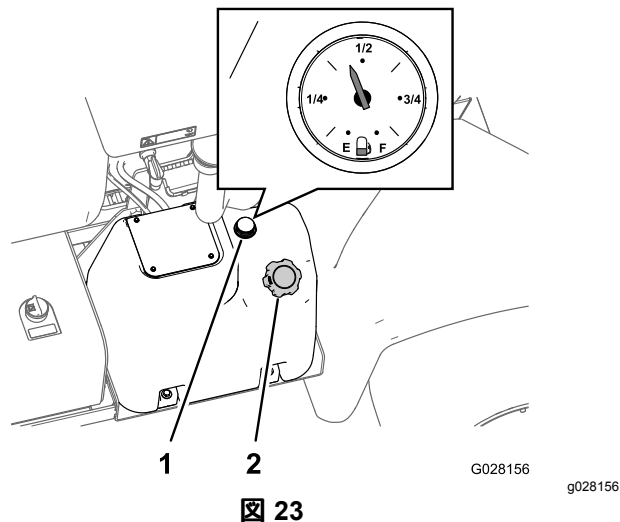

図 23
3. 燃料タンクのキャップ 図 23 の周囲をきれいに拭く。